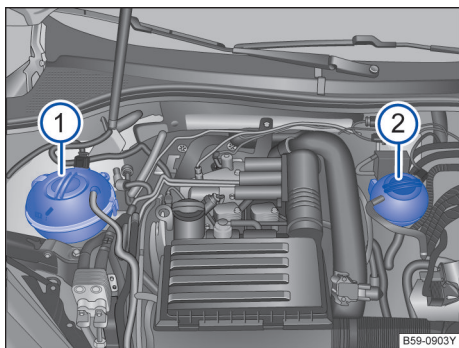

图 218 发动机舱内：① 发动机冷却液循环回路的冷却液补偿罐 ② 高电压系统冷却液循环回路的冷却液补偿罐
- 发动机冷却液循环回路的冷却液温度过高。一旦可行且安全，就立即停车。退出行驶就绪，让混合动力驱动系统冷却，直至警告灯熄灭。检查发动机冷却液补偿罐→图 218 ① 的冷却液液位→第 213 页。
- 高电压冷却液循环回路的冷却液温度过高。一旦可行且安全，就立即停车。退出行驶就绪，让混合动力驱动系统冷却，直至警告灯熄灭。检查高电压冷却液循环回路→图 218 ② 的发动机冷却液补偿罐的冷却液液位。🔴 请勿添加冷却液！冷却液液位过低时请尽快前往上汽大众经销商。
- 发动机冷却液循环回路的冷却液液位过低或发动机冷却系统存在故障。在发动机已冷却时检查发动机冷却液补偿罐→图 218 ① 的冷却液液位，然后在液位过低时添加发动机冷却液→第 213 页。如果发动机冷却液液位正常，而警告灯闪烁，则发动机冷却系统存在故障。🔴 不要继续行驶！在这种情况下请专业人员处理。
- 高电压冷却系统回路冷却液液位过低。一旦可以且安全，就立即停车。退出行驶就绪。检查高电压冷却循环回路→图 218 ② 的发动机冷却液补偿罐的冷却液液位。🔴 请勿添加冷却液！冷却液液位过低时请尽快前往上汽大众经销商。